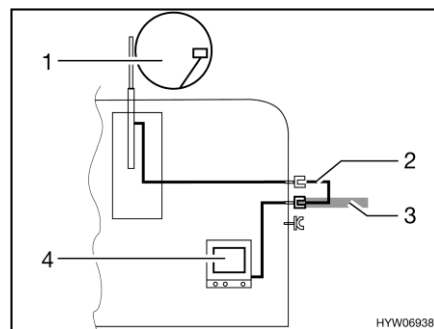

Bild 205 TV im Fahrzeug
- TV im Fahrzeug (Bild 205,4): Anschluss an Dachantenne (Bild 205,1) mit Verbindungskabel (Bild 205,2)
- TV im Fahrzeug (Bild 205,4): Anschluss an externe Antenne (Bild 205,3)